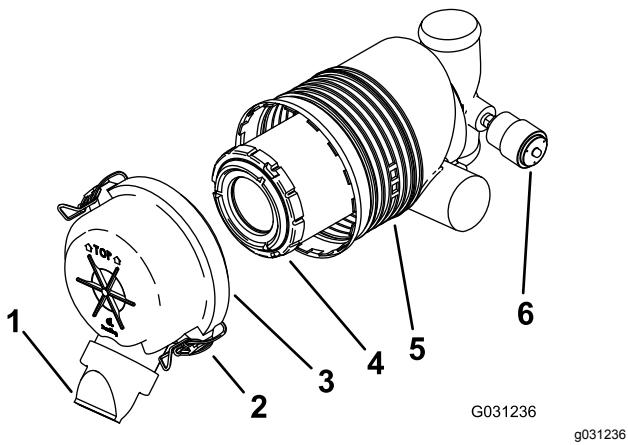

Figura 47
Importante: Effettuate la manutenzione del filtro dell'aria quando la spia diventa rossa (Figura 47). Sostituendo il filtro dell'aria prima del necessario aumenta il rischio che la morchia entri nel motore quando si toglie il filtro.
4. Rilasciate i dispositivi di fermo del filtro dell'aria e togliete il coperchio dal corpo del filtro (Figura 47).
1. Estraete con cautela il filtro dal corpo del filtro dell'aria (Figura 47).
4. Montate il filtro con attenzione (Figura 47).
5. Montate il coperchio del filtro dell'aria con il lato contrassegnato TOP (alto) rivolto in alto, quindi fissate i dispositivi di fermo (Figura 47).